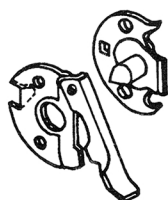

Fig. 23.
- 23 Det er særlig viktig at forbindelsen mellom koblete rammer er stabil. For å sikre seg mot at en eller flere av kobleskruene blir glemt etter pussing, kan det istedenfor skruer anvendes spesielle beslag med en arm som må være i inngrep før vinduet kan lukkes, fig. 23.